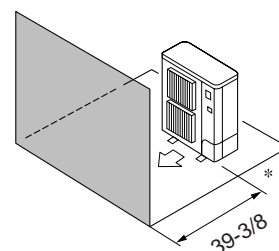

Fig. 2-5
- ④ Obstacles uniquement à l'avant (Fig. 2-5)